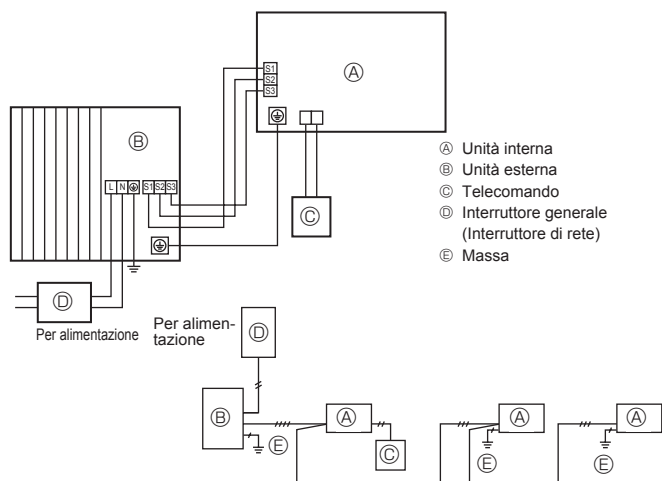

Fig. 6-1
### 6.1. Unità esterna (Fig. 6-1, Fig. 6-2)
- 2 Posizionare i cavi secondo la Fig. 6-1 e la Fig. 6-2.